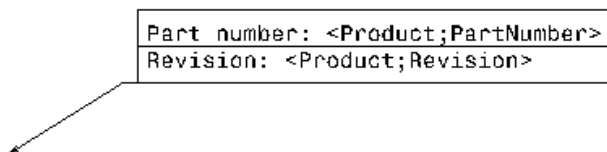

图 6-489
- »» 步骤 12 在工程图中单击以结束引出线创建。文本模板的设置结果如图 6-489 所示。